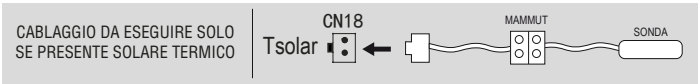
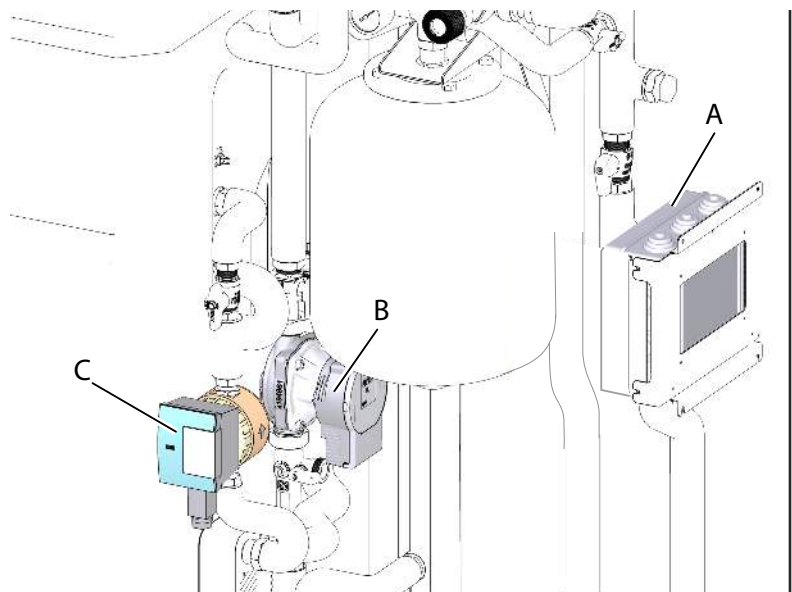

fig. 91 -
fig. 92 -
- Collegare il cavo "CPS" al circolatore pannello solare (part. B "fig. 92 -"), il cavo "CBS" al circolatore bollitore ACS (part. C "fig. 92 -") e quindi ai morsetti della scatola elettrica come indicato nello schema elettrico (fig. "fig. 91 -" a pagina 43).